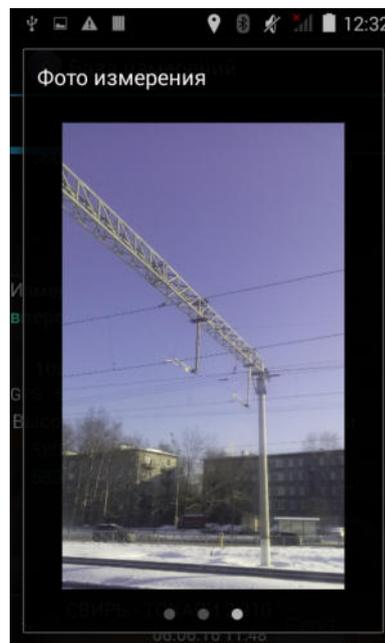

Рисунок 20. Галерея просмотра фотографий.
2.3.6.3. Произвести просмотр фотографий можно в Базе данных при просмотре результатов измерений. Для этого нажмите на иконку  - откроется галерея просмотра фотографий (см. Рис.20).